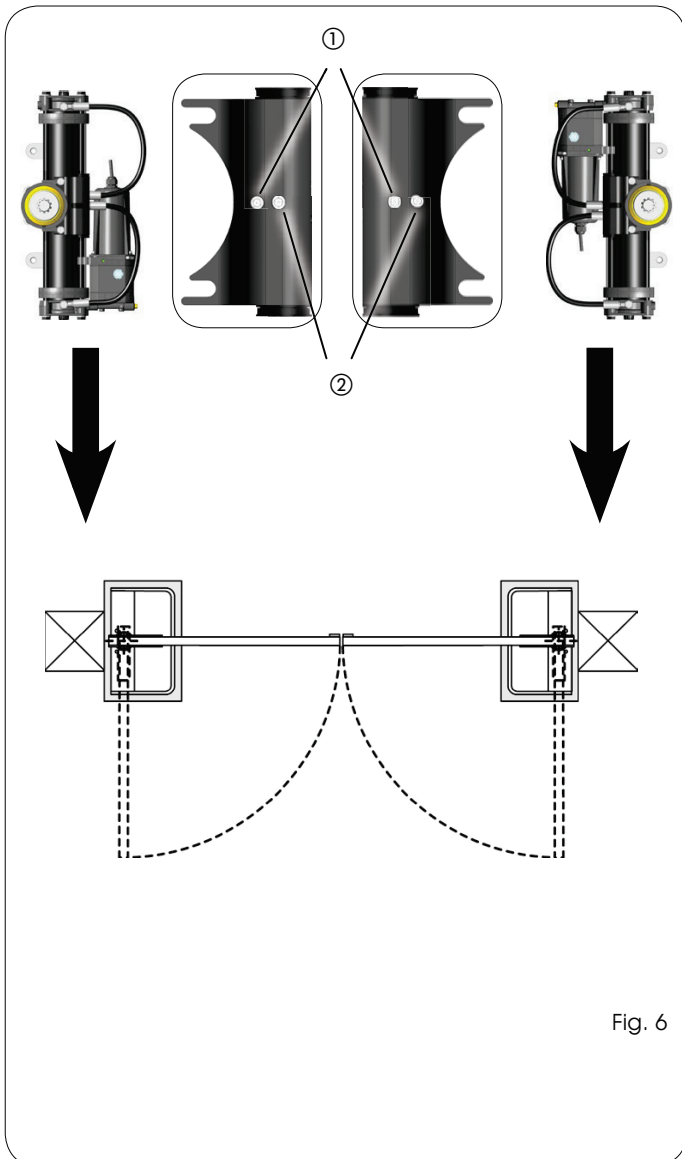

Fig. 6
- 2) Durante el movimiento de la hoja, afloje el tornillo de purga de apertura (Fig.6 ref.①)
6) Durante el movimiento de la hoja, afloje el tornillo de purga de cierre (Fig.6 ref.②).
- 2) Draai terwijl de vleugel in beweging is de ontluchtingsplug voor het openen los (Fig.6 ref.①)
6) Draai terwijl de vleugel in beweging is de ontluchtingsplug voor het sluiten los (Fig.6 ref.②)